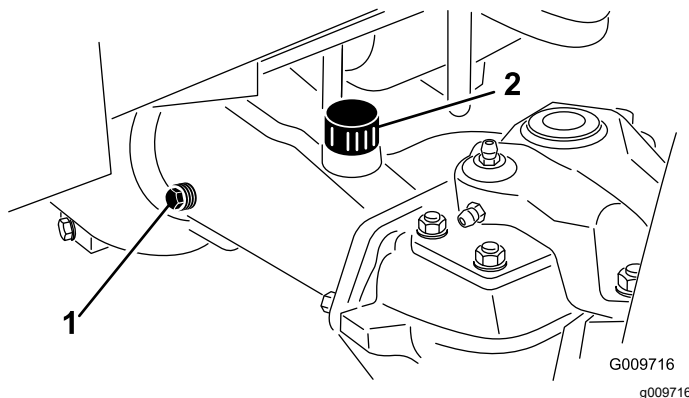

Figura 65
2. Retire un tapón de verificación de un extremo del eje (Figura 65) y asegúrese de que el lubricante llega al borde inferior del orificio. Si el nivel es bajo, retire el tapón de llenado (Figura 65) y añada suficiente lubricante para que el nivel llegue al borde inferior de los orificios de los tapones de verificación.